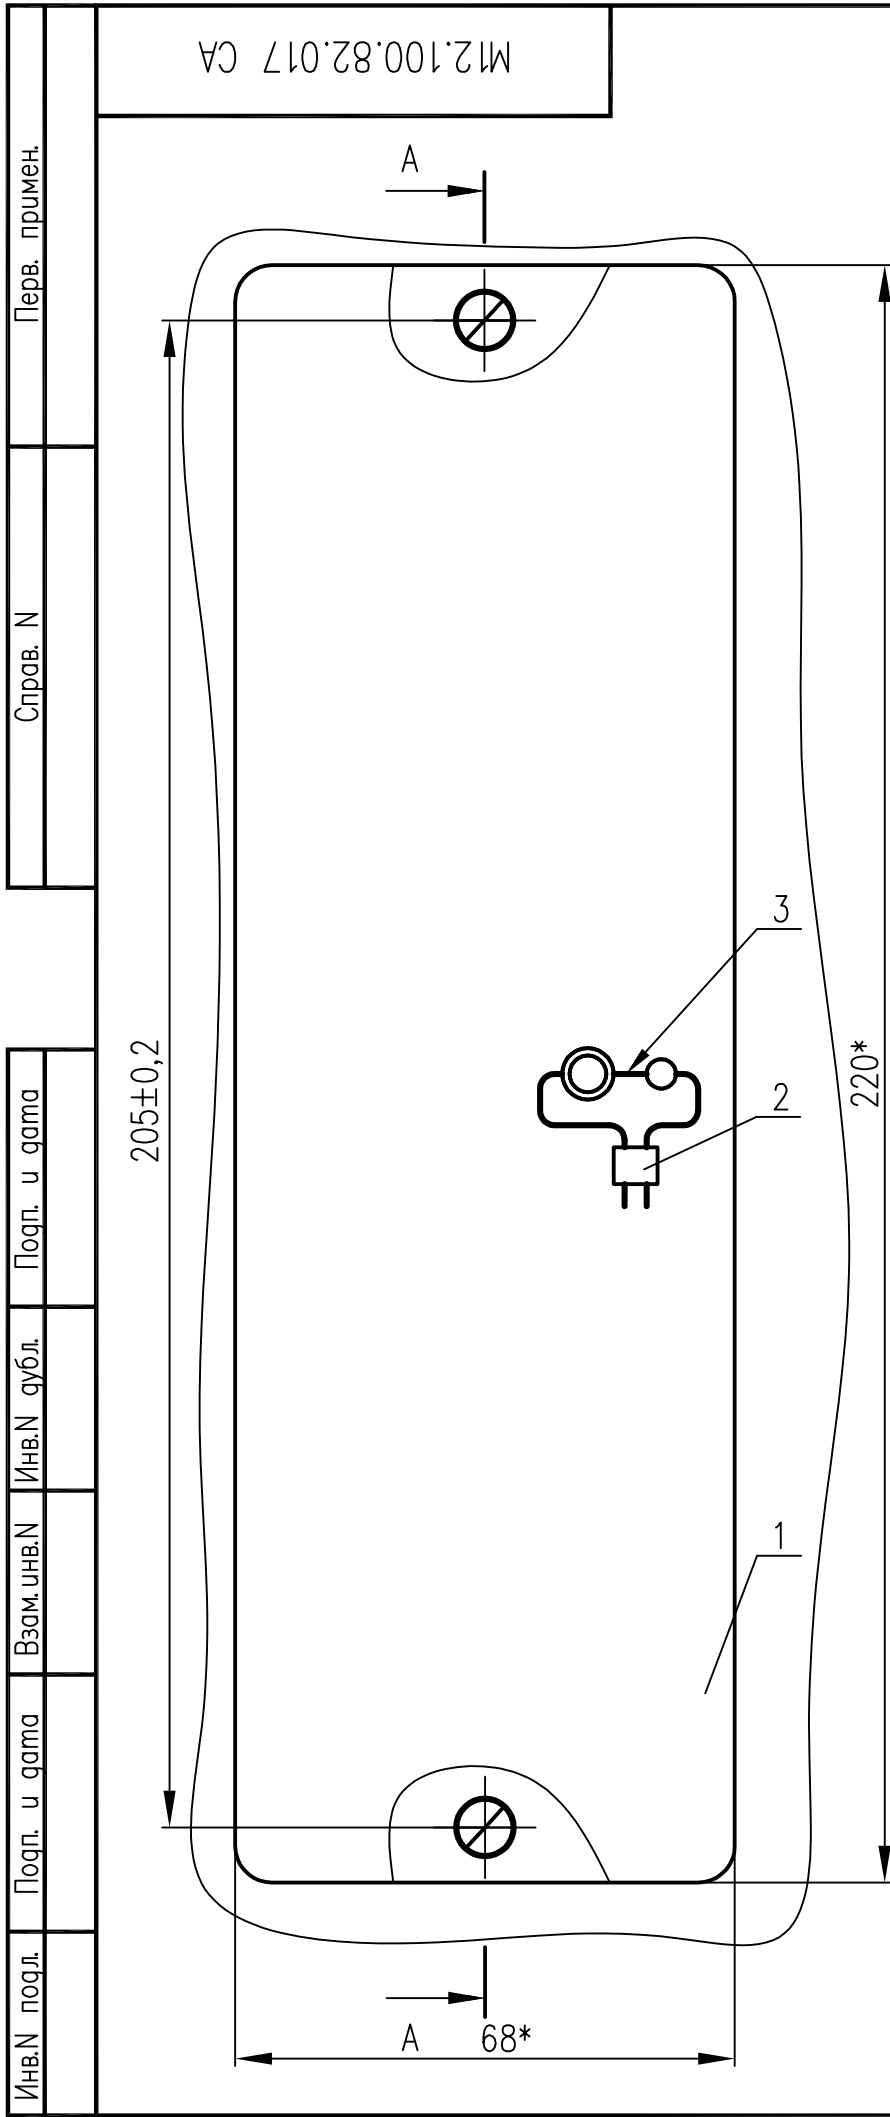

Рис. 1
- по рис. 1 в металлической стене выполнить 4 отв. $\varnothing 6,5$ мм;
- по рис. 1 в металлической стене выполнить 4 отв. $\varnothing 6,6$ мм;
Остальное см. рис. 1
- по рис. 1 в металлической стене выполнить 2 отв. $\varnothing 4,2$ мм;